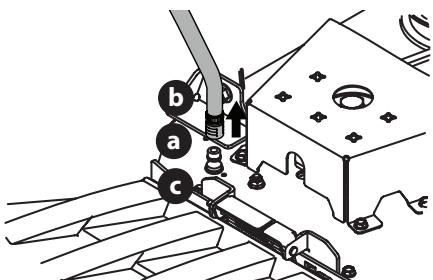

Figura 30
3. Tire del collarín de ajuste (a) del adaptador del pico (b) hacia atrás y empuje el adaptador del pico sobre el pico de lavado de la plataforma (c). Suelte el collarín de ajuste para tratar el adaptador del pico en el pico de lavado de la plataforma (Figura 30).